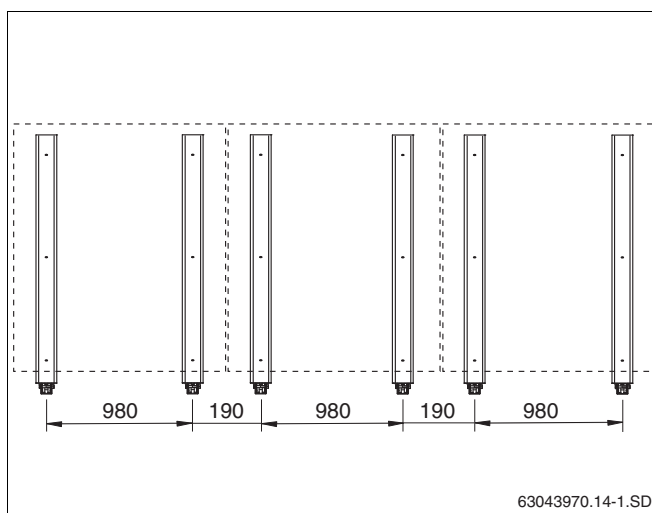

Fig. 25 Udførelse til maksimal belastning, 3 lodrette solfingere
5.2.2 Udførelse til maksimal belastning (tilbehør, fig. 25)